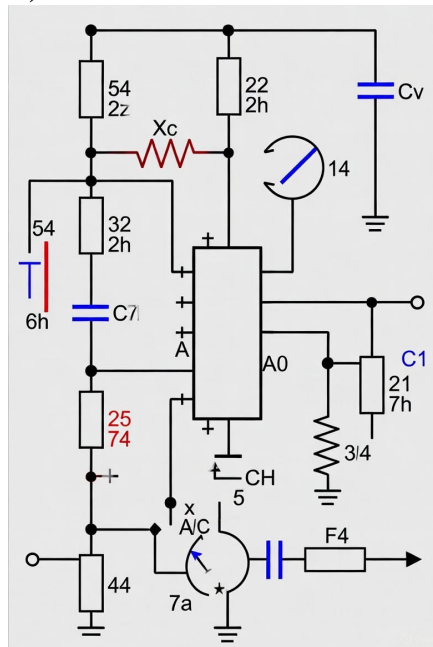

Рисунок 2 Схема приймача (RX) та синхронізація
3. У реальних UART-схемах для синхронізації тактовий сигнал приймача запускається після виявлення Стартового біта і далі вибірка даних відбувається по **середині бітового інтервалу**.(рис.2)